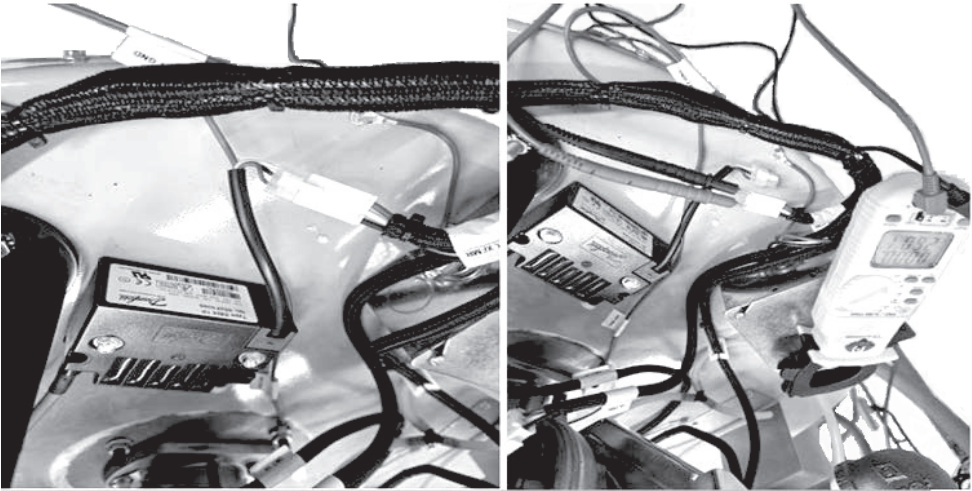

Figure 15. Mesure de la tension d'alimentation du transformateur
3. À l'aide d'un voltmètre, mesurer la tension au niveau du transformateur lorsque le MILI indique une demande d'allumage. Placer le conducteur rouge du voltmètre sur le côté fil noir du connecteur et placer le conducteur noir du voltmètre sur le côté fil vert du connecteur. Voir *Figure 15*.